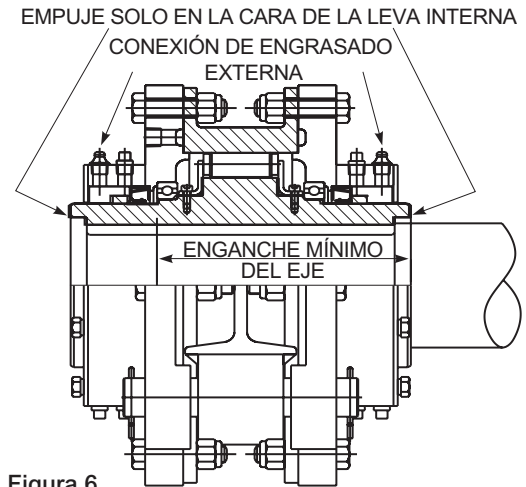

Figura 6
- B. Mínimo enganche eje/leva interna como se muestra en la Figura 6 y Tabla 4. Si se necesitan dos collarines de retención axial, se debe utilizar el eje con la extensión adecuada para permitir el montaje de los collarines.